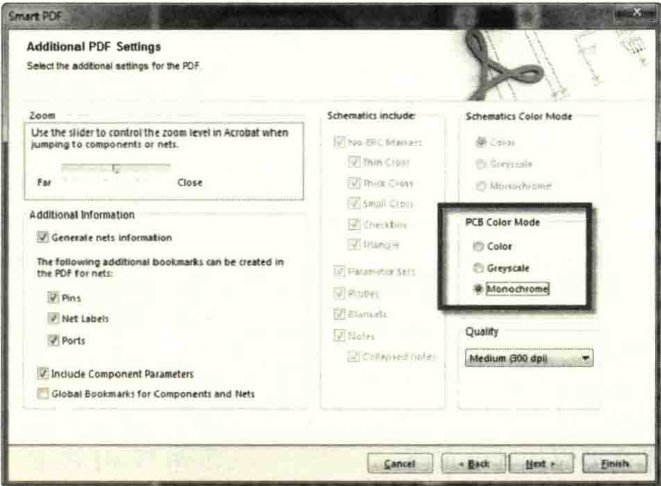

图 10-32 输出颜色设置
(5) 设置输出颜色，如图 10-32 所示，可选“Color”（彩色）、“Greyscale”（灰色）、“Monochrome”（黑白），单击“Finish”按钮，完成装配图的 PDF 文件输出。